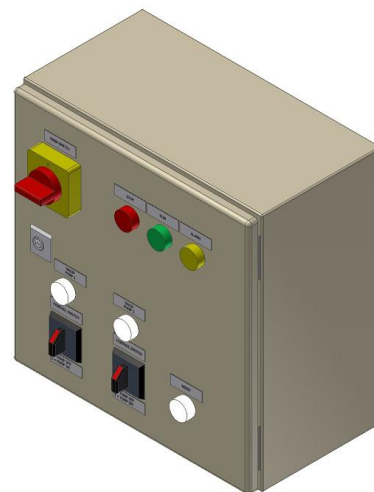

Рис. 2.2-7
- Главный переключатель питания (красный/желтый на рис. 2.2-7) подключен к реле защиты двигателя. Положения «0» (нуль) и «1». Прерыватель контактов управляет питанием блока НХ, в том числе блока управления НХ.
- Выключатель насоса (черный и красный на рис. 2.2-7), положения «0» (нуль) и «1». Прерыватель контактов управляет питанием блока НХ насосов (PU11 и PU12). Насос можно запустить, повернув выключатель в положение «1», и остановить, повернув его обратно в положение «0». Если оба выключателя установлены в положение «1», насосы автоматически работают попеременно, меняясь каждые 168 часа (или в соответствии с установленным проектным значением).
- Кнопка перезагрузки датчика протечки LS11 (белый на рис. 2.2-7) обнуляет аварийный сигнал о протечке. Для того чтобы обнулить аварийный сигнал, сначала нужно убрать жидкость с пластины датчика протечки блока НХ.